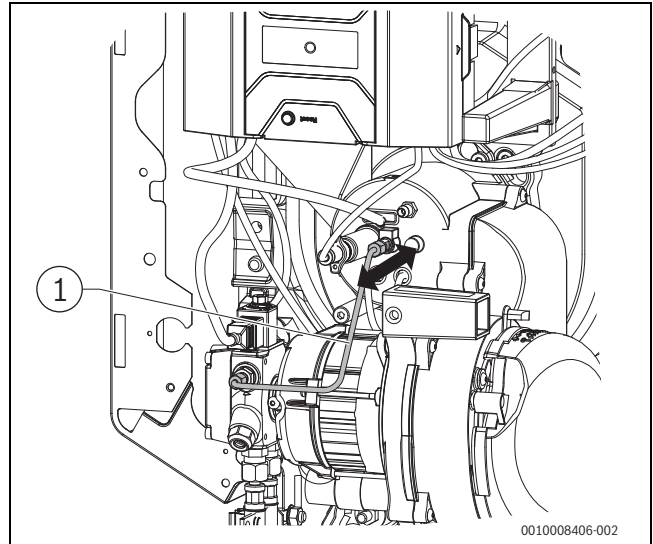

Bild 41 Korrekten Sitz des Mischsystems prüfen
- ▶ Ölzuleitung (→ Bild 41, [1]) etwa 5 mm herausziehen.